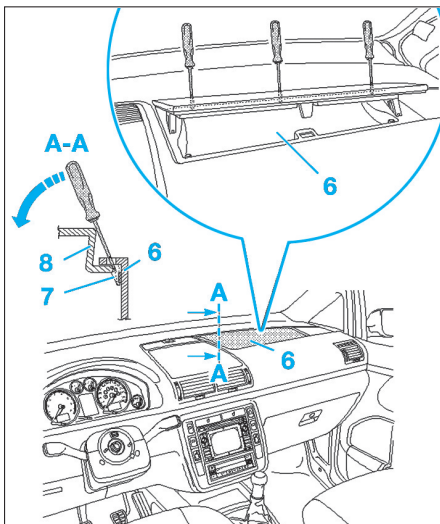

Fig. 8
- Ouvrir le rangement (6) (Fig.8).